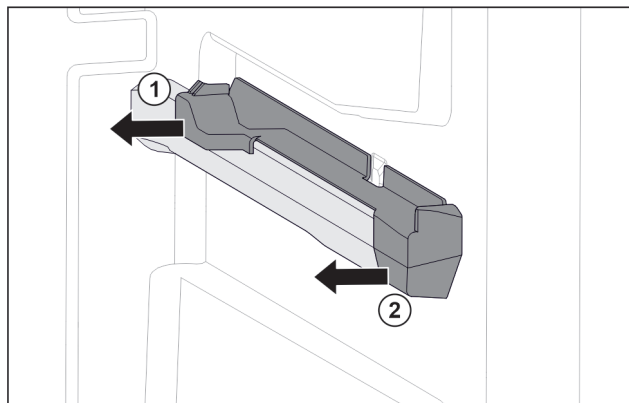

Fig. 148 Вставная часть на правом контейнерном ребре
- ▶ Отодвиньте вставную часть сзади в сторону. Fig. 148 (1)
- ▶ Отодвиньте вставную часть спереди в сторону. Fig. 148 (2)